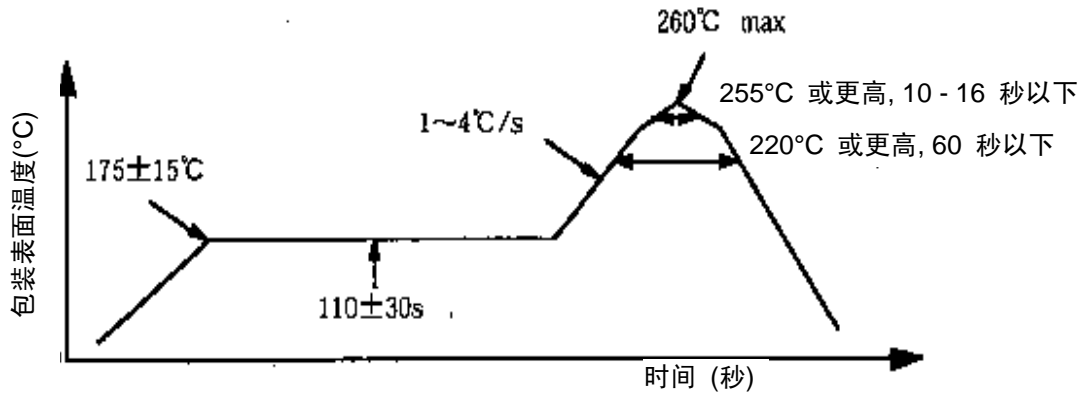

图 1 回流方法温度图
使用回流焊接在高温下安装 IC 片时，焊接的熔点取决于安装板和粘合膏材料。参阅图 1 所示的安装温度，在图中范围内选择合适的焊接温度。
- [温度] 设备的表面温度如图 1 所示